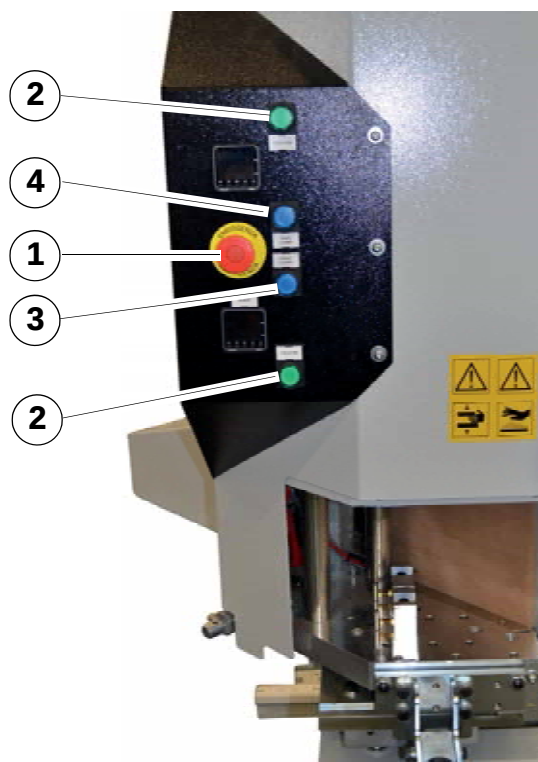
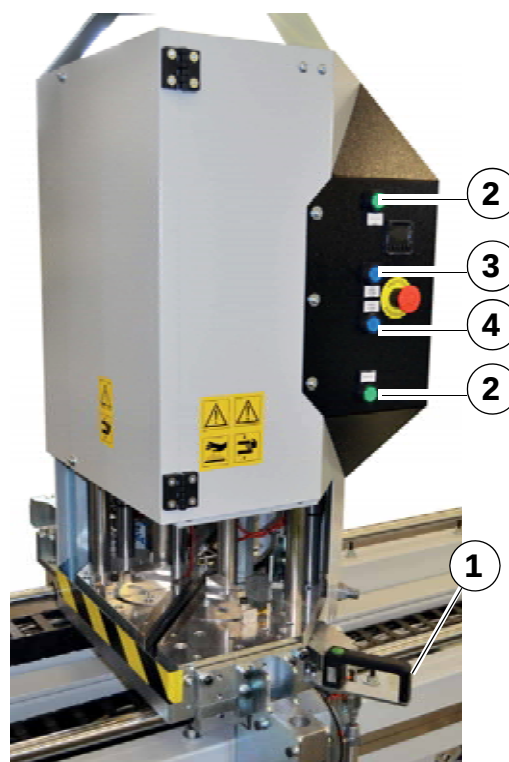

Fig. 11
Fig. 12
- Appuyez sur les boutons-poussoirs (fig.11 détail 2 ou fig.12 détail 2) de **DÉMARRAGE CYCLE AUTOMATIQUE DE SOUDAGE** et laissez-les enclenchés jusqu'à ce que la plaque chauffante soit complètement dos.